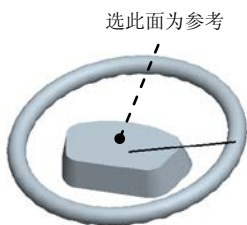
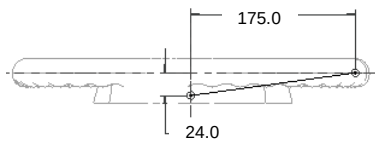

图 4.4.39 草绘 2
图 4.4.40 截面草图
Step9. 创建图 4.4.39 所示的草绘 2。在操控板中单击“草绘”按钮，选取 DTM1 基准平面为草绘平面，选取图 4.4.39 所示的模型表面为参考平面，方向为顶；绘制图 4.4.40 所示的截面草图。